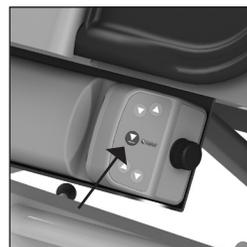

Figura 19 Pulsante di abbassamento di emergenza.
Se il comando manuale smette di funzionare e il carrello si trova in posizione sollevata, è possibile abbassarlo utilizzando il pulsante di abbassamento di emergenza. Questo pulsante si trova sulla scatola di comando (vedere figura 19).
- Premere il pulsante di abbassamento di emergenza (vedere figura 19).